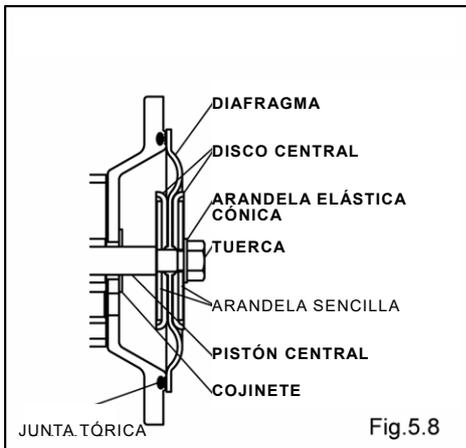

Fig.5.8
- Mueva el disco central a un lado, (consulte Fig. 5.8) e instale la cámara de salida. Apriete un poco los pernos.
- Mueva el disco central al lado opuesto, luego dé vueltas el diafragma (consulte Fig. 5.8). Instale la cámara de salida. Apriete un poco los pernos.